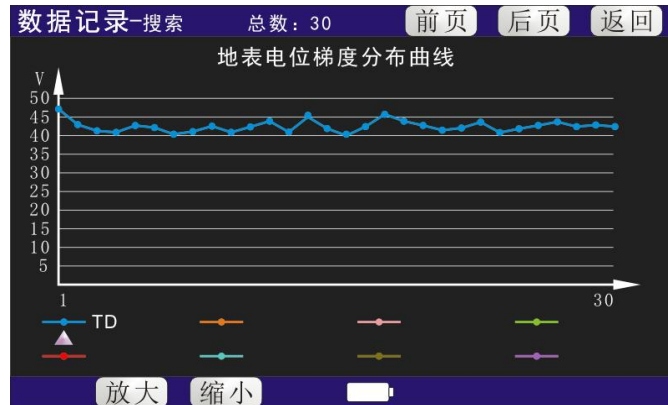

图 8
- (1) 曲线，有电位梯度数据时，点击“曲线”进入地表电位梯度分布曲线页面，如图 8。
- (2) 删除，有三种删除方式：单条数据删除、本页数据删除、全部数据删除。“单条数据删除”需首先选择需删除的数据。
- (3) U 盘导出，插入 U 盘，点击 U 盘导出，每条数据将以 Excle 文档形式导出到 CT5202F 测试文件夹。
(4) 打印，有两种打印方式：单条数据打印、全部数据打印。“单条数据打印”需首先选择需打印的数据。